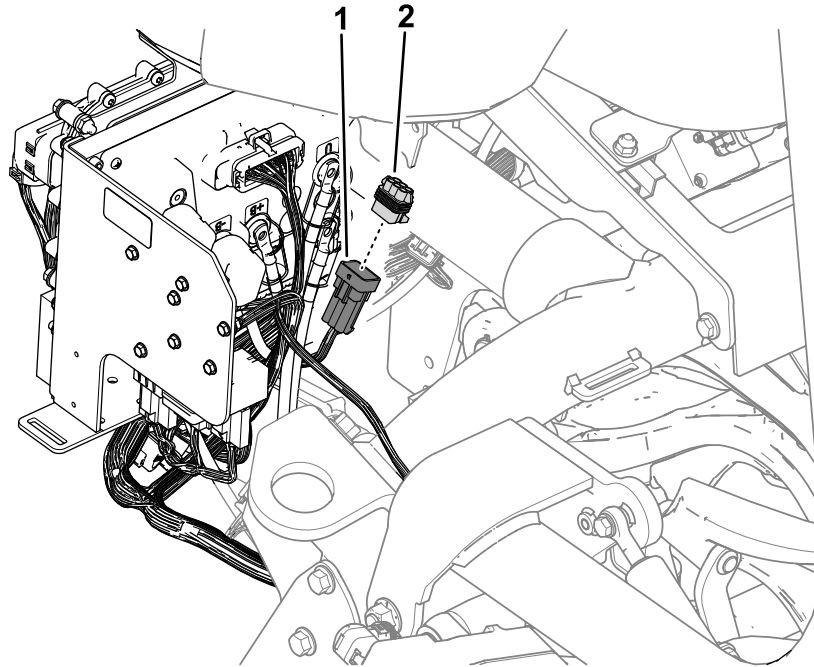

**Figur 45**
3. Afmonter CAN-busisolutionsmodul fra ledningsnetstikket med mærket P50 (Figur 45), og fjern isolationsmodul fra maskinen.